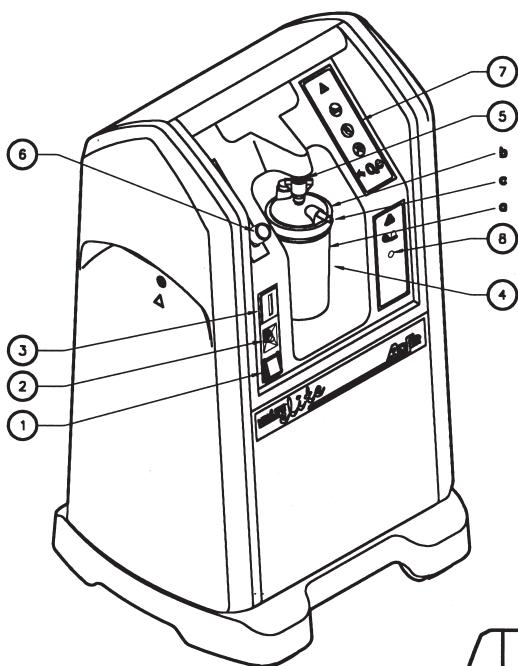

Abb. I.1
I. 1. Frontansicht (Abb. I.1) .....	2-DE
### I. 1. Frontansicht (Abb. I.1)